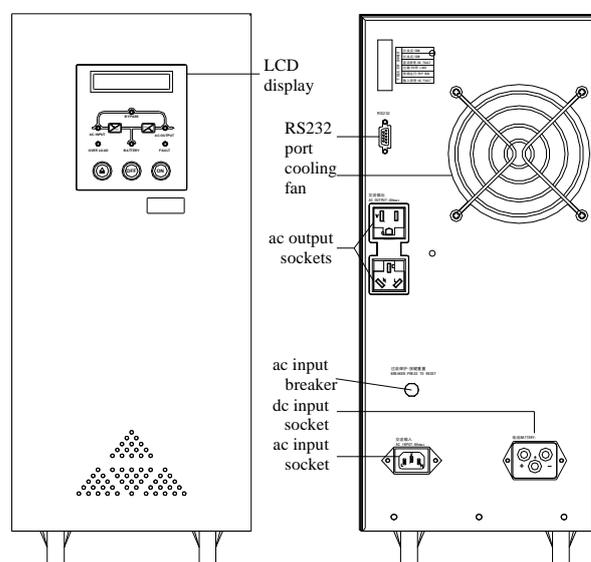

图 3-16
6. 1KVA LCD 显示面板立式逆变电源前面板和后面板外观示意图如图 3-16 所示。